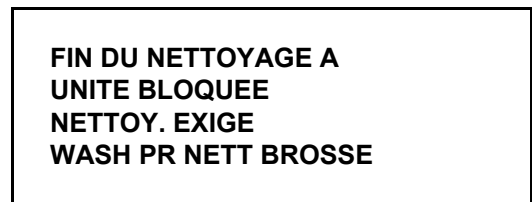

Figure 179
1. Le compteur de nettoyage à la brosse est arrivé à échéance. (Le réglage maximal est de 14 jours, Cf. Figure 179.)